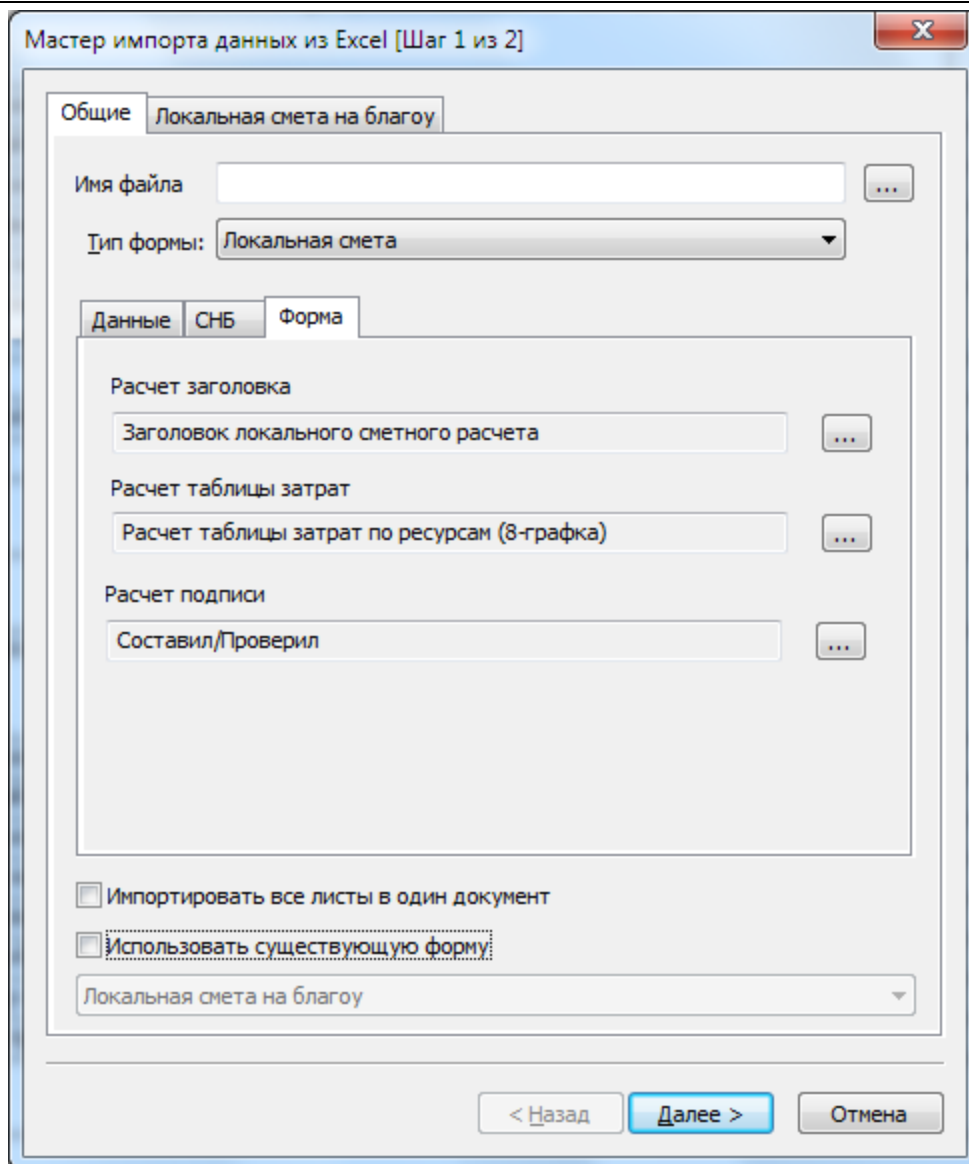

Рис. 7.5 Диалоговое окно Мастер импорта из Excel (шаг 1), вкладка Форма
- Вкладка **Форма** (рис. 7.5) предназначена для выбора типа расчетов, которые будут содержаться в создаваемой форме. Выбор расчетов производится при помощи кнопки **Обзор** .